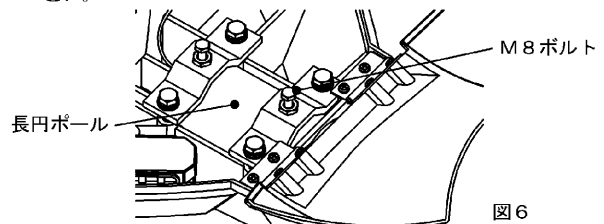

図6
- ②. 長円ボールに灯具を組み付けてください。（器具取付方法参照）
- ③. 図4の場合は図6のボール押えにあるM8ボルトを締め付けてください。
1. 製品が直線ボール用灯具であることを確認してください。(図6)
○ボール先端部寸法は(図6)の通りです。